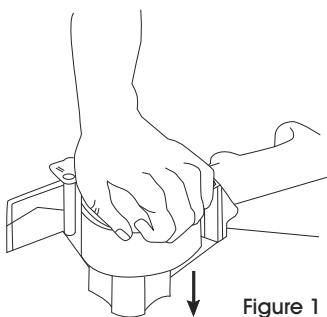

Figure 1
1. Place dispenser on flat surface. Push tape roll fully onto tape wheel. Be sure tape unwinds with sticky side down. (See Figure 1)
- Déposez le dévidoir sur une surface plane. Installez le rouleau de ruban adhésif sur la roue du ruban en poussant celui-ci vers le bas. Assurez-vous que le côté adhésif du ruban est orienté vers le bas en le déroulant. (Voir Figure 1)